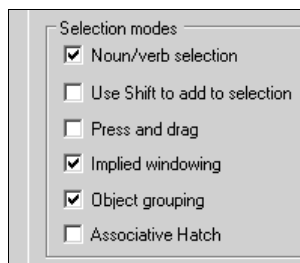

Рис. 4.14. Настройка последовательного выбора нескольких объектов в диалоговом окне **Options**
Эта настройка выполняется в диалоговом окне **Options** (Настройка) на вкладке **Selection** (Выбор) при помощи флажка **Use Shift to add to selection** (Использование Shift для добавления) (рис. 4.14). Установленный флажок позволяет выби-
- ◆ вызовите диалоговое окно **Options** (Настройка). На вкладке **Selection** (Выбор) установите или удалите флажок **Object grouping** (Группа объектов) (см. рис. 4.14). При сбросе флажка группа не выбирается и каждый из элементов, входящих в нее, может выбираться по отдельности.